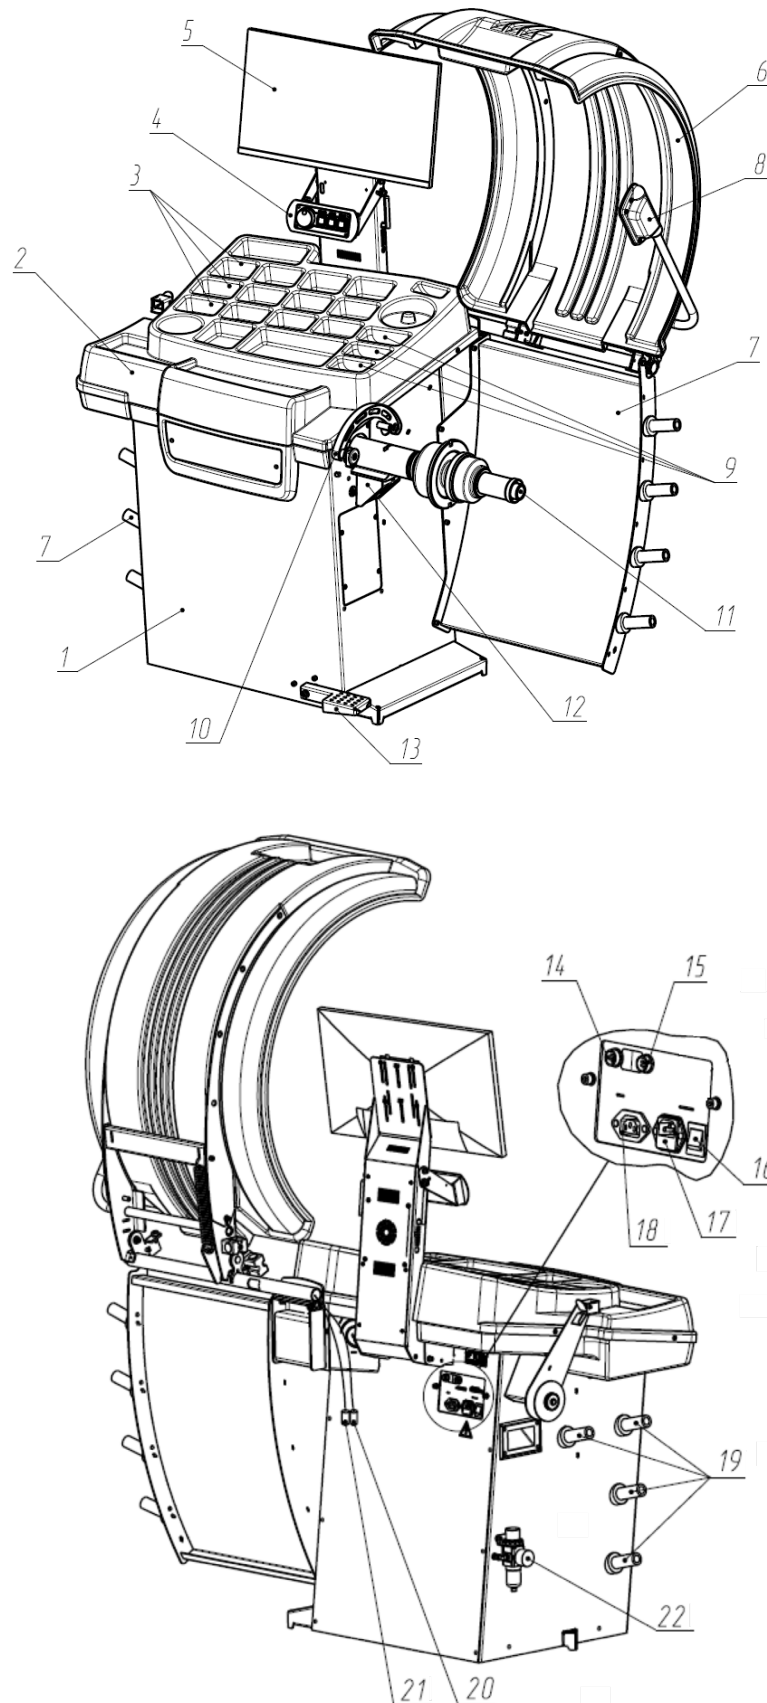

Рисунок 4.1
Пальцы для размещения конусов и кронциркуля (рисунок 4.4 в) закрепить на корпусе станка и торце кожуха нижнего с помощью саморезов 6х25.4.2.5 Подключить вилку УЗ датчика (22) к гнезду для подключения (15) (использовать соответствующую цветовую маркировку гнезда и вилки, рисунок 4.1).
4.2.9 Подключить шнур сетевой к разъему, расположенному на задней панели корпуса станка (рисунок 4.1), и к питающей сети, оборудованной розеткой с контактом заземления.